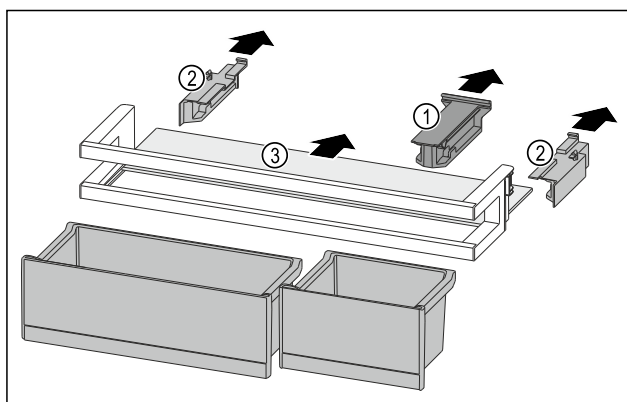

Fig. 260
- ▶ Retirer la pièce de retenue Fig. 260 (1).
- ▶ Retirer les parties latérales Fig. 260 (2).
- ▶ Retirer la tablette de rangement Fig. 260 (3).